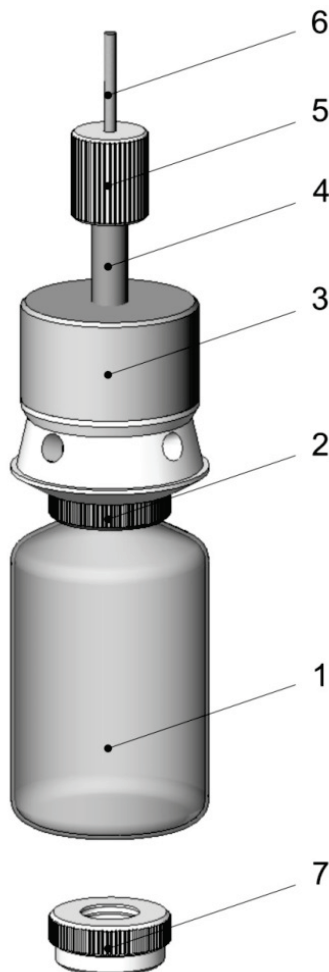

Рис. 1. Система ПЭ-1110
Система ПЭ-1110 (рис. 1) состоит из корпуса с грузом 3, ручки 4, переходного кольца для крепления полиэтиленовой бутылки 2, бутылки полиэтиленовой (или стеклянной) 1, втулки для крепления троса 5, троса капронового 6, дополнительного переходного кольца для стеклянной бутылки 7. Все детали (кроме груза, ручки и бутылей) изготовлены из фторопласта или СВМП. Ручка и груз изготовлены из нержавеющей стали.
6.1. При подготовке системы следует проверить крепление втулки с тросом к пробоотборнику (рис. 1).